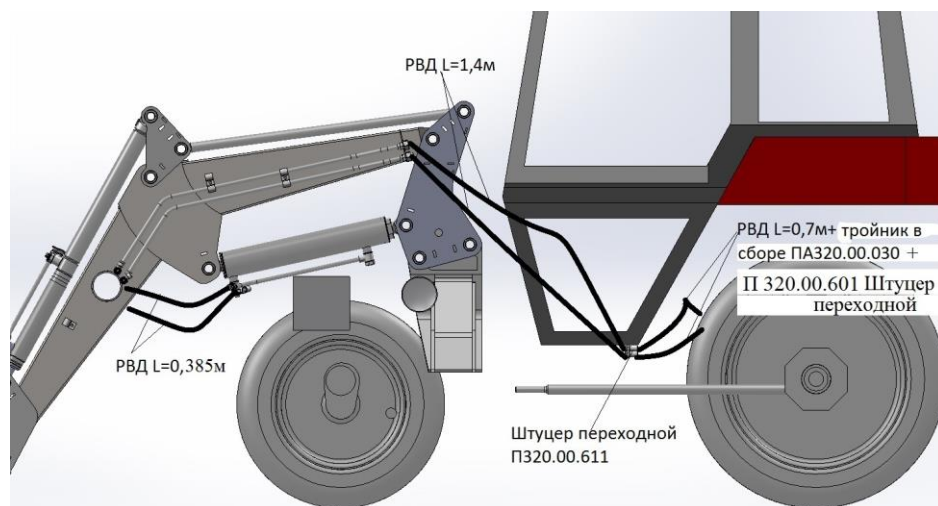

Рис.10 Правая сторона погрузчика
6.3. Сборка гидросистемы погрузчика. (рис.9, рис.10)
Трубопроводы, расположенные по правой стороне рамы подъема соединить РВД длиной 1,4м +РВД длиной 0,7м через штуцера переходные ПЗ20.00.611 (в мешочке), другой конец РВД через тройник в сборе ПЗ20.00.030 и штуцера переходного П 320.00.601 присоединить к задним выводам гидрораспределителя, расположенными под правым задним колесом трактора рис.10 и см. фото 11А